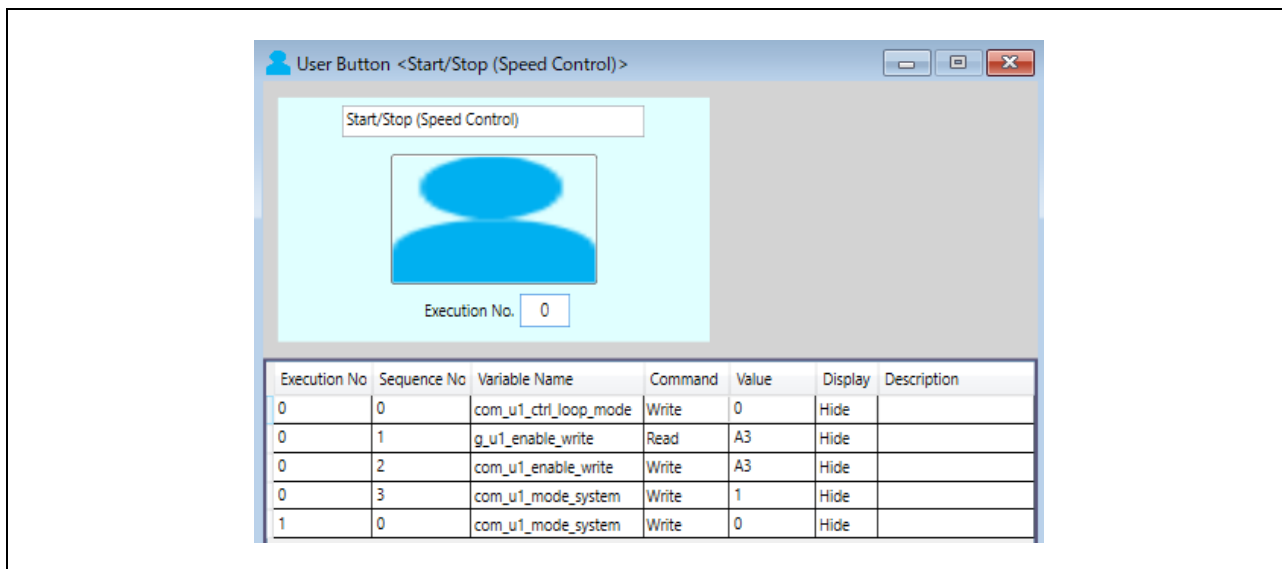

図 4-7 モータの駆動／停止
- 図 4-7 のように設定することで、ボタンを押すごとに駆動と停止が切り替わります。